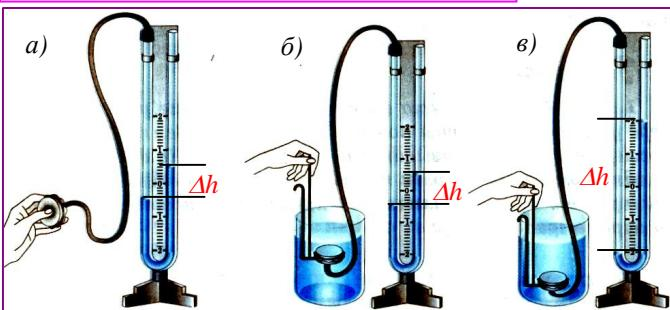

Рис. 67.3. Открытые жидкостные U-образные манометры. Во всех случаях замеряемое давление p больше атмосферного давления p_a .
Чтобы понять, как работает U-образный манометр, проделаем опыт. Соединим левую трубку манометра резиновой трубкой с круглой плоской коробкой, одна сторона которой затянута резиновой пленкой (рис. 67.3, а). Если слегка надавить пальцем на пленку, уровень жидкости в колене манометра, соединенном с коробкой, понизится, а в другом колене повысится. Возникнет разность уровней жидкости Δh .
В колене со сжатым воздухом жидкость опустится, в другом (правом) – поднимется (рис. 67.3, б). Образуется разность уровней Δh . Это значит, что избыточное давление ($p - p_a$) сжатого воздуха уравновесилось давлением, созданным столбом жидкости Δh .
- Что доказывает опыт, изображенный на рис. 67.3, б, в?